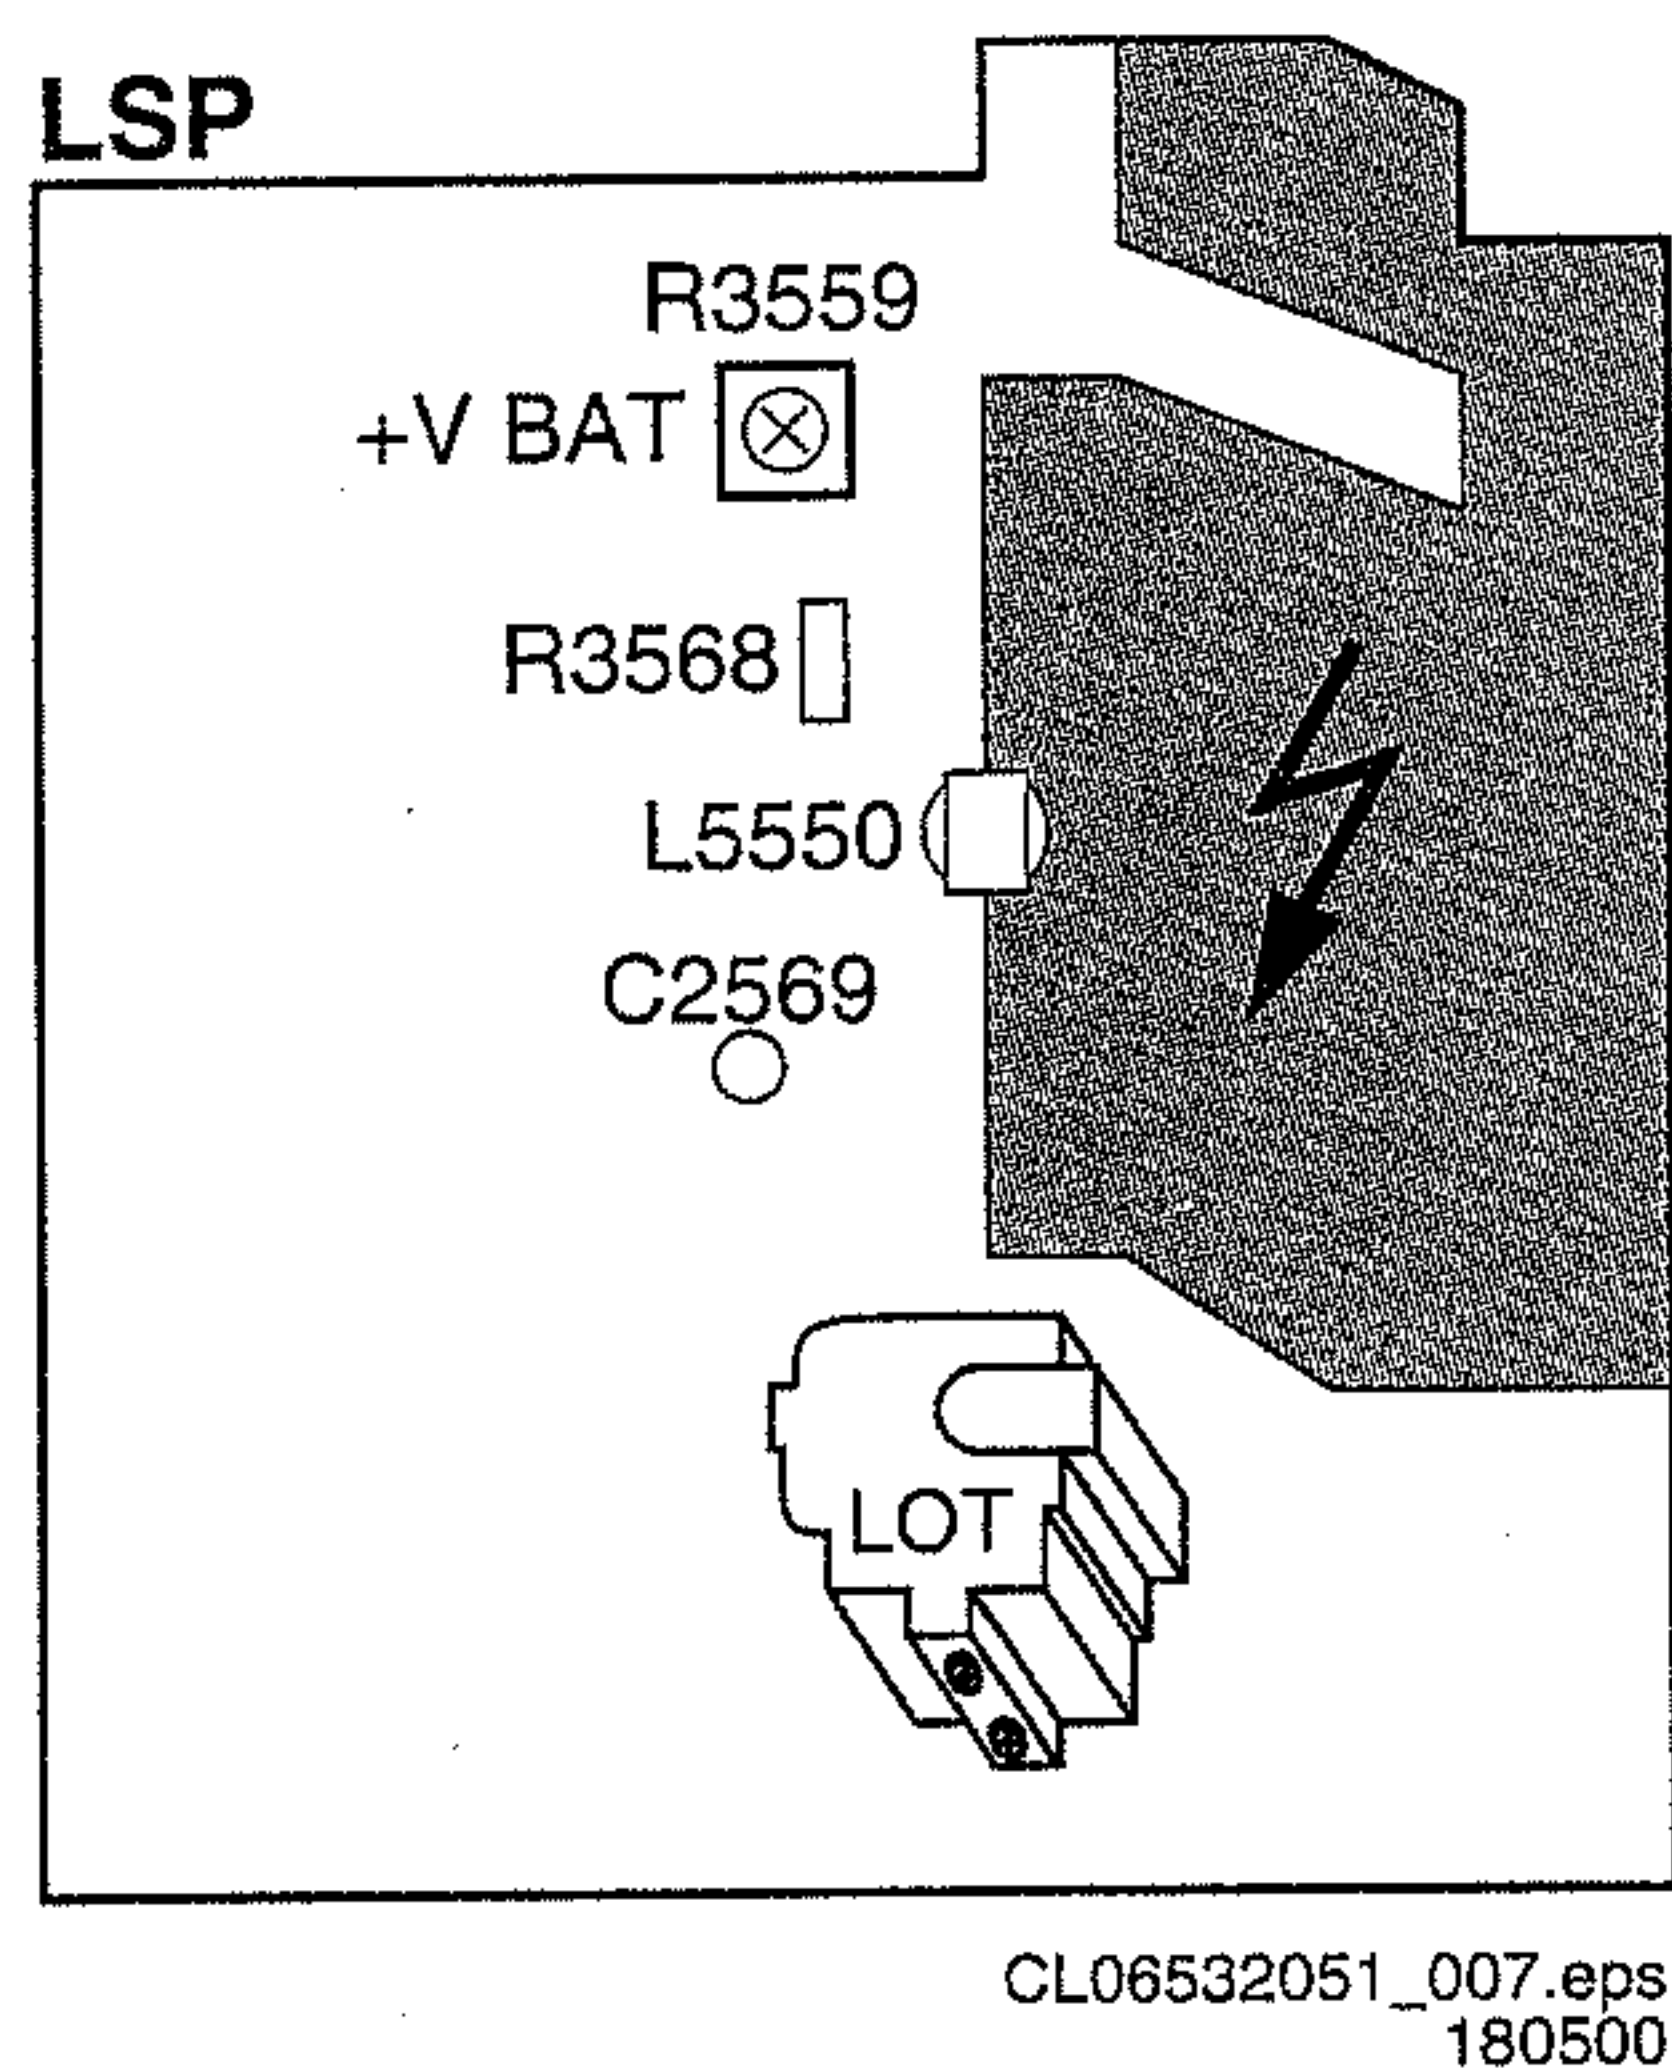

Abbildung 8-1
3. Stellen Sie mit Hilfe des Potentiometers R3559 (Schaltbild B) die V_{BAT} -Netzspannung auf $+141 \pm 0.5 \text{ V}$ ein (siehe Abb. 8-1).